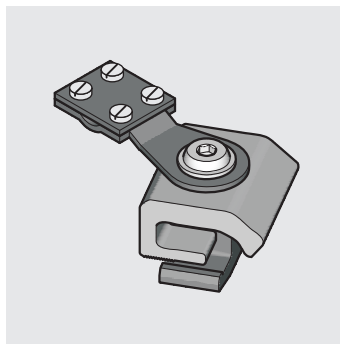

Bild 3-44 Klemmblech mit Potentialausgleichsklemme
1. Schlitzschrauben an Potentialausgleichsklemme lösen (Bild 3-44).